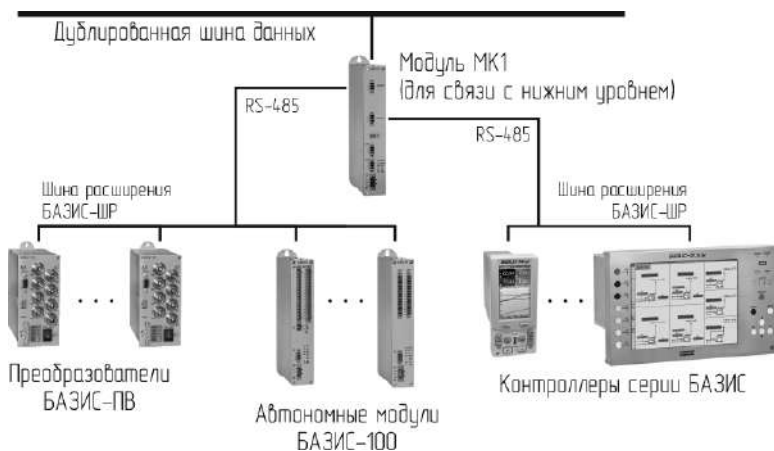
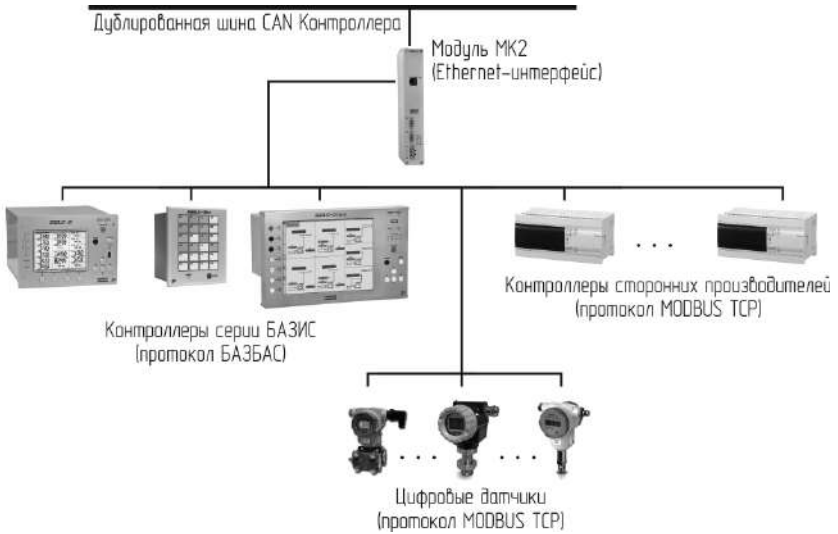

Рис. 4.3. Пример подключения устройств серии БАЗИС к Контроллеру посредством модуля МК1 (интерфейс RS-485)
Рис. 4.5. Пример подключения устройств к Контроллеру посредством модуля МК2 (интерфейс Ethernet)
**4.1.4.** Если к Контроллеру необходимо подключить другие устройства серии БАЗИС или устройства сторонних производителей, то это можно сделать посредством специальных коммуникационных модулей МК1 (рис. 4.3 и 4.4) и/или МК2 (рис. 4.5).